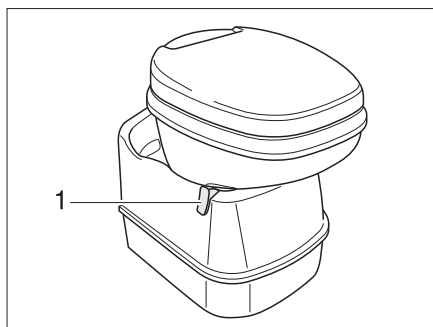
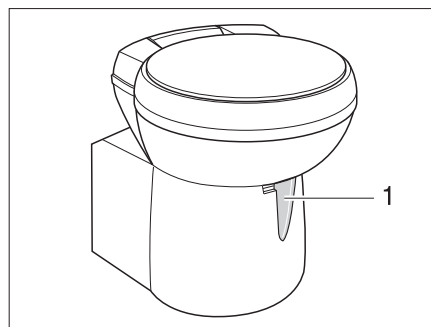

Fig. 228 Taza del inodoro Thetford, basculable
Fig. 229 Taza del inodoro Thetford, basculable (alternativa)
- Antes del lavado, abrir la corredera del inodoro Thetford. Para ello, empujar la palanca de corredera (Fig. 228,1 ó Fig. 229,1) en sentido contrario a las agujas del reloj.
- Desplazar la palanca de corredera (Fig. 228,1 ó Fig. 229,1) en sentido de las agujas del reloj. Se cierra la corredera. Para el vaciado **debe** estar cerrada la corredera en el inodoro Thetford.